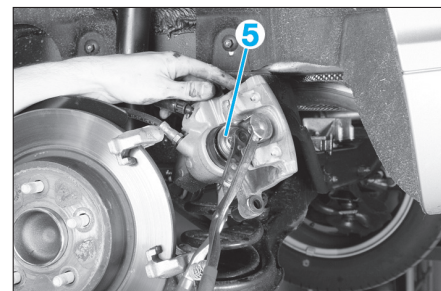

FIG. 12
- Récupérer les plaquettes de frein (4) restées sur le support d'étrier.
- Appuyer sur le piston (5) en tournant dans le sens horaire pour le rétracter (exemple FACOM DF.6A) (Fig.12).